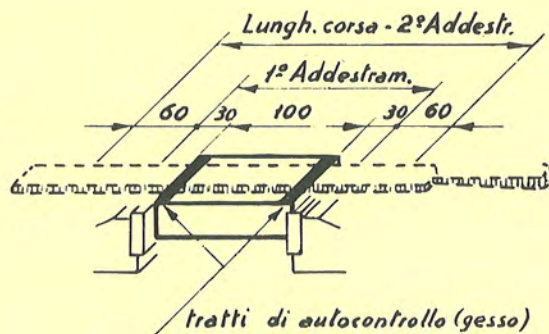

Fig. 5
- c) in un primo tempo si dovrà muovere la lima di pochi centimetri per parte (1° addestramento) e quindi di almeno 100 mm. (fig. 5);
- individuati gli errori (che generalmente è la convessità delle superfici, si segnano con matita o gesso le parti basse - fig. 5);